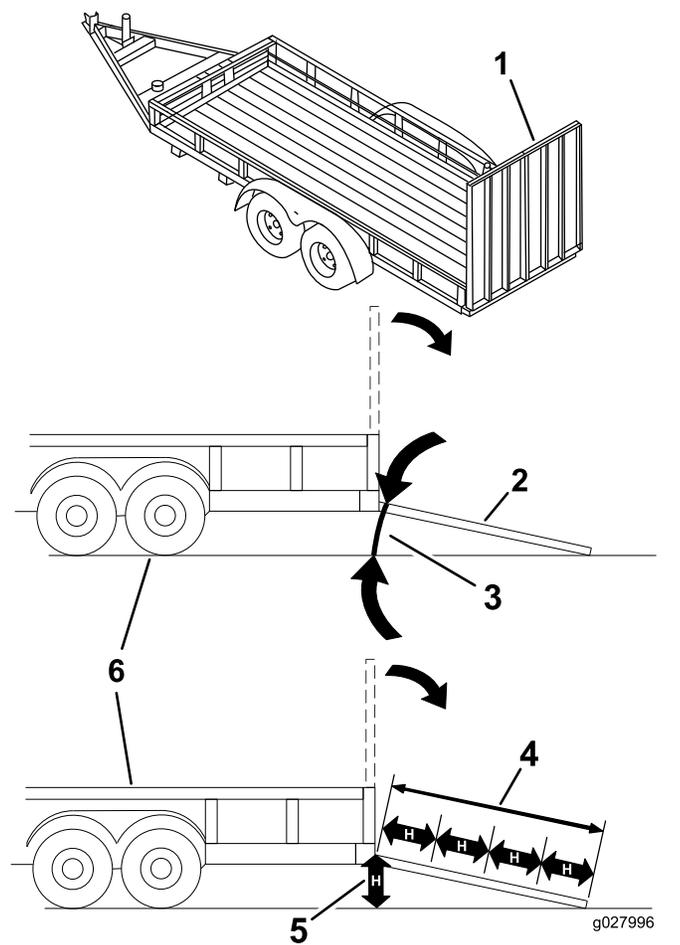

Figura 29
Il caricamento della macchina su un rimorchio o un autocarro aumenta la possibilità di ribaltamento e può causare gravi lesioni o la morte (Figura 29).
3. Abbassate la rampa, assicurandovi che l'angolazione tra la rampa e il terreno non superi 15 gradi (Figura 29).